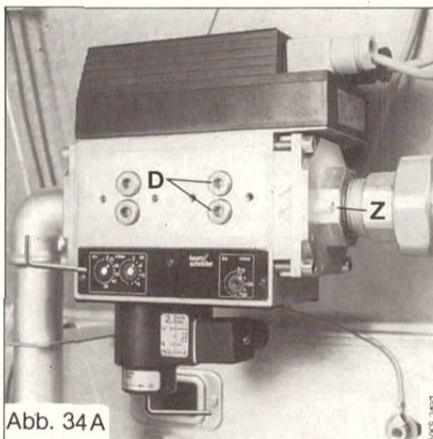

Abb. 34A
- Schraube im Gasfließdruckmeßstutzen (Z, Abb. 34A u. 34B) lösen und U-Rohr-Manometer anschließen.
- U-Rohr-Manometer abnehmen und Schraube im Gasfließdruckmeßstutzen (Z, Abb. 34A u. 34B) dicht zudrehen.
- Den Gasfließdruckmeßstutzen (Z, Abb. 34A o. 34B) lösen und Gasregelblock drucklos machen.
- Die Dichtstopfen (D, Abb. 34A o. 34B) herausschrauben.
- Den Gasfließdruckmeßstutzen (Z, Abb. 34A o. 34B) schließen.
- Den Stecker (B) (schwarz, mit kurzem Kabel) am Gasregelblock abziehen und am entsprechenden Steckplatz an der Ventildichtkontrolle (VDK) aufstecken.
- Den Stecker von der Ventildichtkontrolle (VDK) zum Gasregelblock führen und anstelle von Stecker (B) aufstecken.